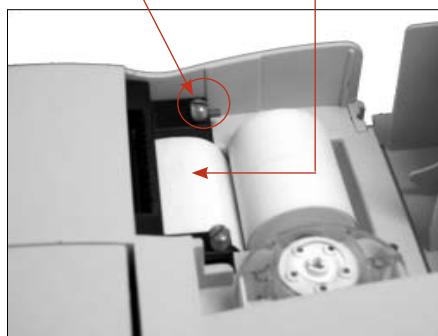

Figure B-4 : Imprimante thermique
- b. L'analyseur étant sous tension, enfiler le papier dans la fente d'alimentation sur l'analyseur (Figure B-4).